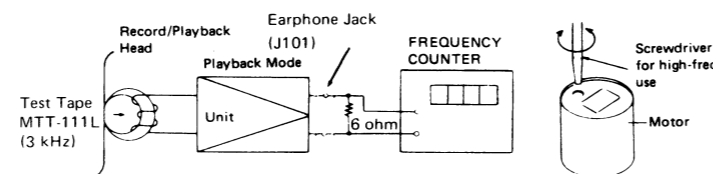

Figure 5-3
1. Connect instruments as shown in Figure 5-3.
1. Die Instrumente gemäß Abbildung 5-3 anschließen.
1. Brancher les instruments comme cela est indiqué dans la Figure 5-3.